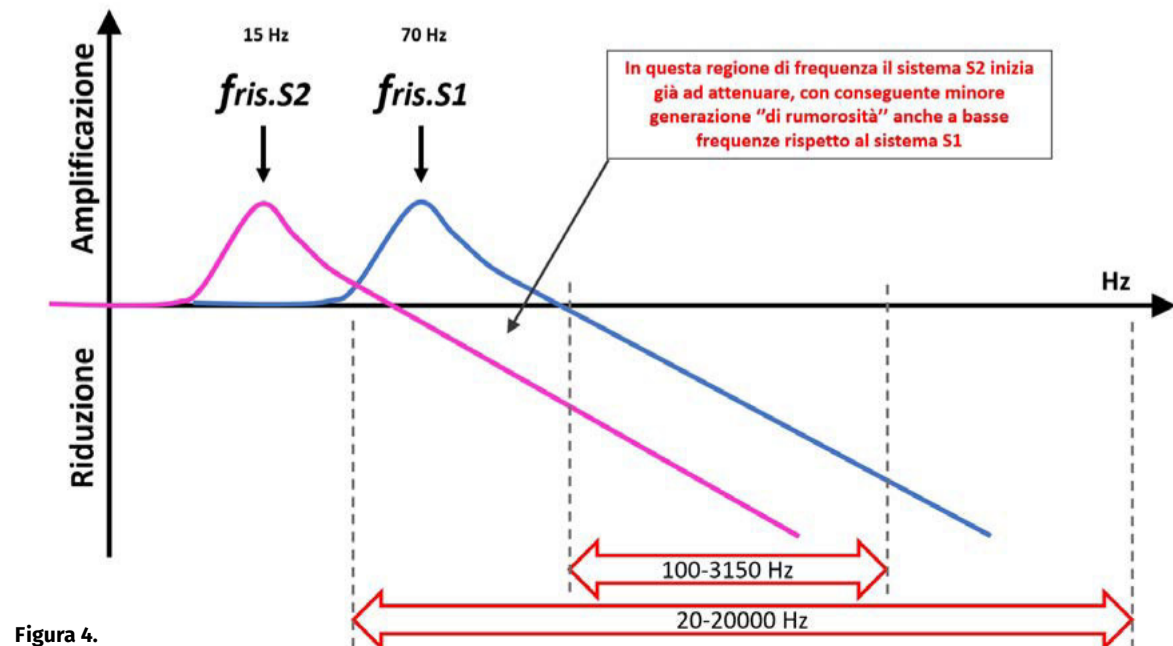

Figura 4.
Ognuno dei processi fino a qui discussi, ed in particolare le azioni idrodinamiche, sono intensificati dall'eventuale formarsi di accumuli di materiale vegetale trasportato dalla corrente, caso non raro durante eventi idrologici e idraulici di significativa intensità (**Figura 4**).
Figura 4. Fiume Sesia, ponte della SP 596 a Candia Lomellina (PV). L'alveo del fiume ha subito progressivo abbassamento negli anni, con conseguente esposizione delle fondazioni. Significativi accumuli di materiale vegetale. (Foto degli autori)
Nella Figura 4 un esempio schematico di cosa accade. Con il sistema "S1", assimilabile a un "tradizionale" sistema anticalpestio, l'attenuazione inizia a circa 100 Hz, migliorando all'aumentare della frequenza. Il risultato ottenibile è conforme a quanto prescritto dalla normativa di legge, ma restano percepibili le basse frequenze, come visto nell'esempio precedente. Alcune frequenze vengono amplificate, come sempre avviene in sistemi costituiti da masse poggiate su molle. Questo è lo scotto che si paga in ogni caso per poter attenuare le vibrazioni. Un'accorta progettazione permette di spostare le frequenze critiche a seconda dell'obiettivo. Per migliorare il comportamento acustico occorre creare un sistema con una molla più "morbida" e/o con una massa più elevata, in modo da traslare la frequenza naturale del sistema verso sinistra (alle frequenze più basse) e consentendo così l'attenuazione a frequenze inferiori rispetto al sistema "S1".